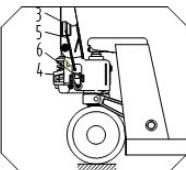
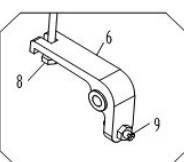

fig. 2
fig. 4
Vedi fig. 2. Mettere la catena 4 dell'impugnatura a mano attraverso il foro centrale del perno a rullo 2.
Prendere il dado che si trova all'estremità della catena 5 e agganciarlo alla scanalatura della barra di leva 6. Vedi fig. 2 e fig. 4.
1. Individuare la vite 9 (vedere Fig. 4).